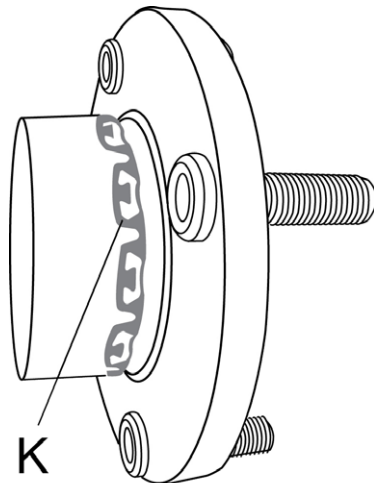

Fig 4
- Rode o parafuso de força até que o rolamento/ flange esteja instalado. Ao instalar, assegure-se de que os espigões do anel de retenção (K) irão assentar corretamente na ranhura de retenção (um clique deve ser ouvido quando o anel de retenção assentar) Veja a Fig. 4